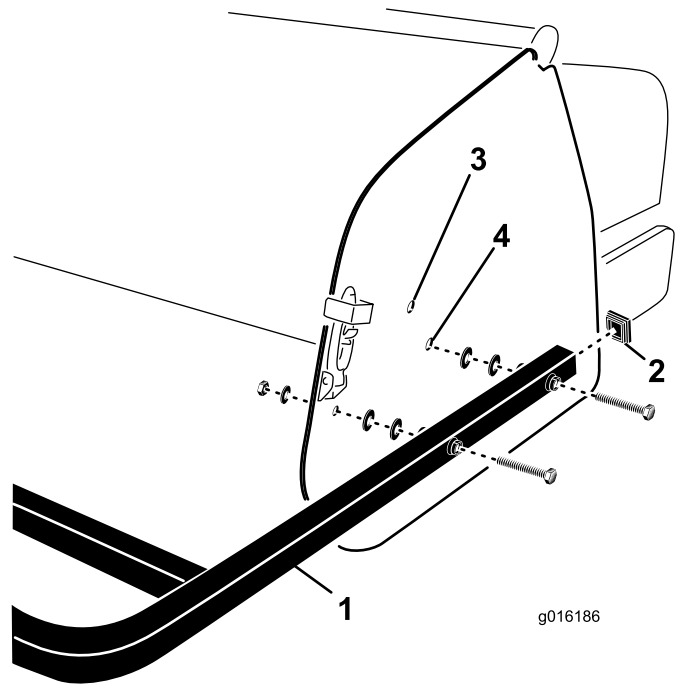

Figura 28
1. Introduzca los tapones en los extremos de los tubos del protector trasero (Figura 28).
2. Alinee los taladros de los tubos de montaje del protector trasero con los taladros de las chapas laterales del aireador (Figura 28).
3. Fije bien los tubos de montaje a las placas laterales utilizando (4) tornillos, arandelas planas y tuercas (Figura 28).